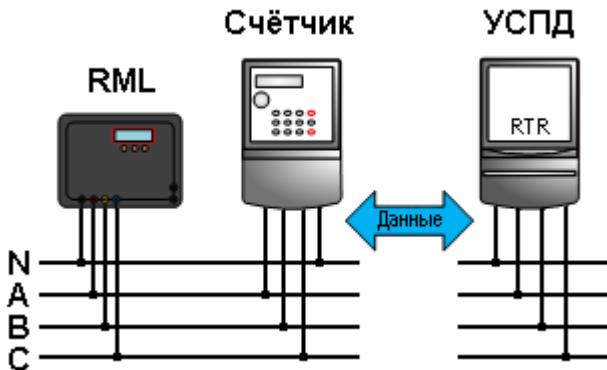
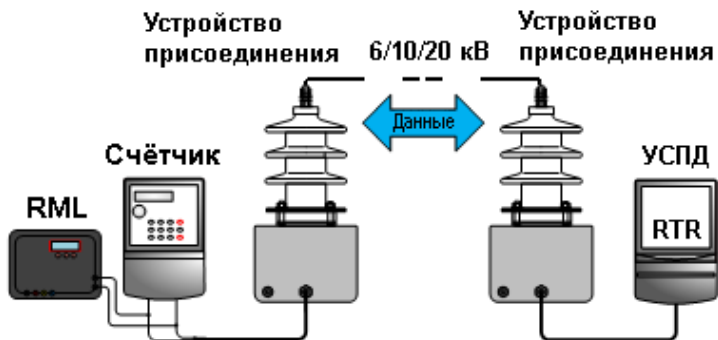

Рисунок 2. Схемы подключения. Работа в качестве LV-монитора.
Рисунок 3. Схемы подключения. Работа в качестве MV-монитора.
1. LV-модем – передача/приём данных по трёхфазной магистрали 0,4 кВ со скоростью до 2400 бит/с; рабочая полоса частот 30-90 кГц; несущие частоты по умолчанию 63,3/74 кГц; значения частот настраивается; работа по одной или трём фазам одновременно (см. рис. 2).
2. MV-модем - передача/приём данных через устройство присоединения по магистрали 6-20 кВ со скоростью 128 кбит/с; рабочая полоса частот 90-170 кГц (см. рис. 3).
-оценить уровень шумов в магистралях 0,4 кВ (рис. 2) и 6/10/20 кВ (рис. 3);